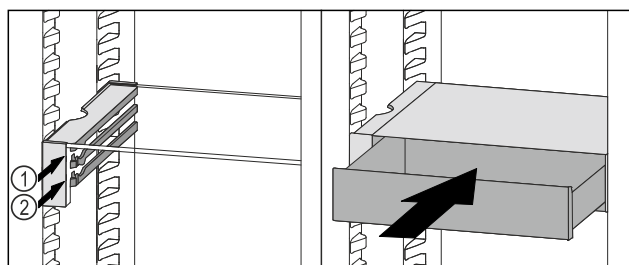

Fig. 154
- ▶ 将 VarioSafe 抽屉放置在所需肋梁 Fig. 154 (1) 或 Fig. 154 (2) 上的止动器后面。